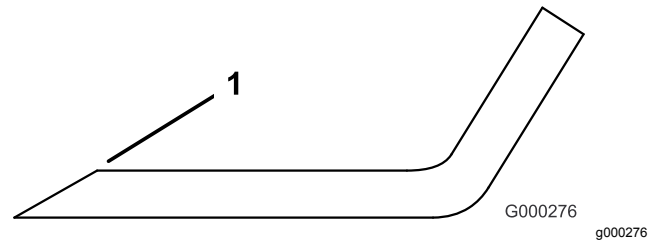

Figura 102
1. Utilice una lima para afilar el filo de corte en ambos extremos de la cuchilla (Figura 102).